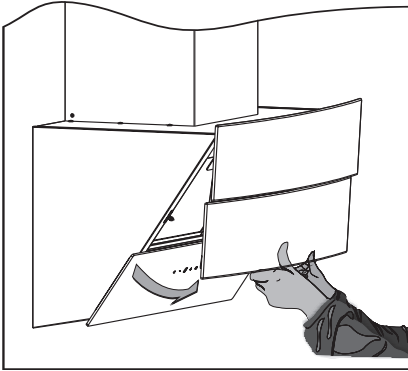

Abb.8: Randabsaugungsplatte aufklappen
- Frontplatte aus der Arretierung lösen und nach vorne klappen (rückseitige Scharniere verhindern ein Herausfallen) (⇒ Abb. 8).
Um die Aktivkohlefilter einzusetzen, muss zuerst der Metallfettfilter entfernt werden (\Rightarrow Abb.8 + 9).